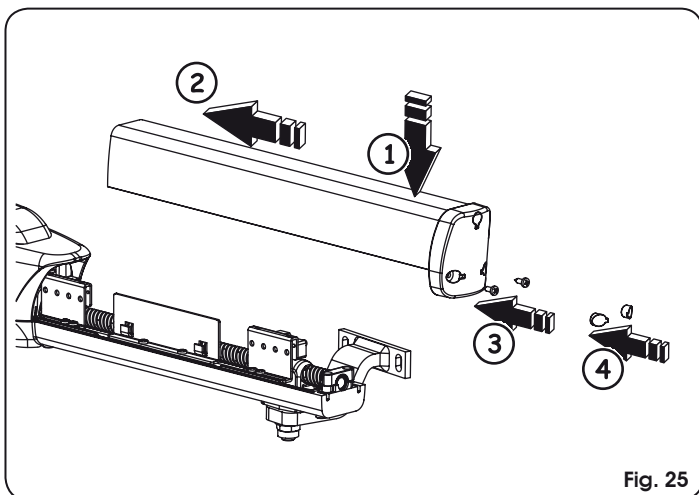

Fig. 25
- Vuelva a colocar el cárter, para ello deslícelo sobre el perfil inferior y asegúrese de que entre hasta el tope, Fig. 25.
- Atornille de nuevo los dos tornillos inferiores, Fig. 25.